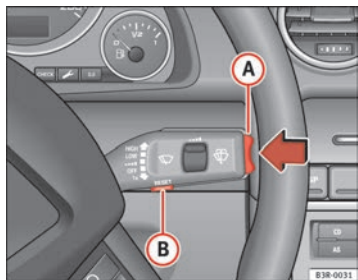

Abb. 60 Scheibenwischerhebel: Bedienelemente des Bordcomputers
Durch Drücken der Reset-Taste **B** ⇒ Seite 90, Abb. 60 kann zwischen den Funktionen 1 und 2 des Bordcomputers umgeschaltet werden.
Durch kurzes Drücken des Funktionswahlschalters oder der **Reset**-Taste → **Abb. 60** können Sie den Fahrzeitalarm abstellen.
- Drücken Sie oben oder unten auf den Funktionswahlschalter **(A)** ⇒ Abb. 60. Dadurch werden die Funktionen des Bordcomputers in den jeweiligen Speicherebenen nacheinander angezeigt.